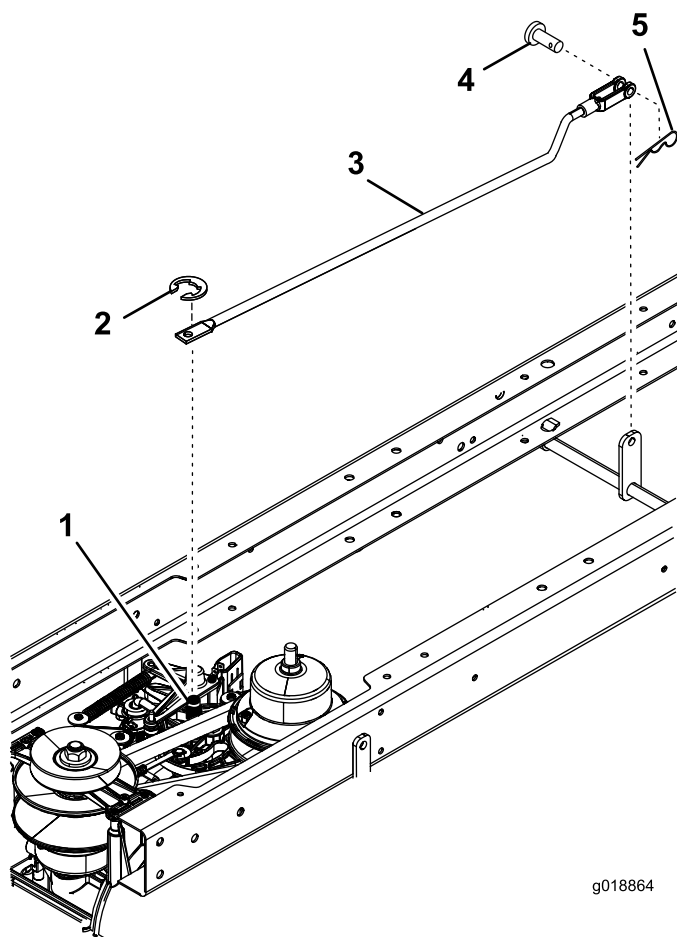

Figure 1
2. Déposez le bras de liaison de commande de déplacement existant (Figure 1). Conservez l'axe de chape, la goupille fendue et le clip en E.